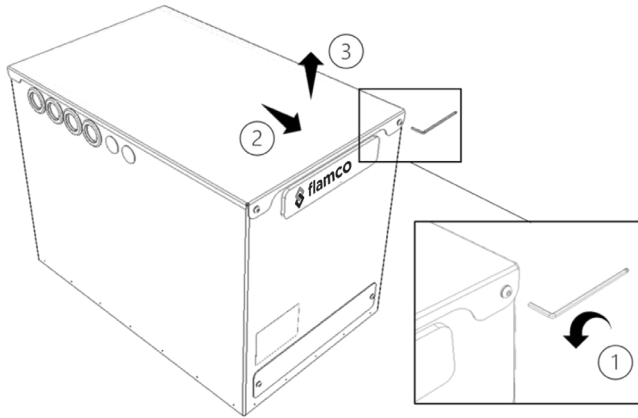

Abbildung 5 - Abnehmen des Deckels von Flextherm Eco G2 E-Wärmebatterie
- Entfernen Sie den Deckel. Der Deckel ist an der Vorderseite mit 2 x M5-Kopfschrauben und an der Rückseite mit zwei Fixierstiften befestigt (Abbildung 5):
(1) Entfernen Sie die 2 x M5-Kopfschrauben mit 3mm-Sechskant und legen Sie sie beiseite.
(2) Schieben Sie den Deckel nach vorne, (3) heben Sie den Deckel an und legen Sie ihn beiseite.